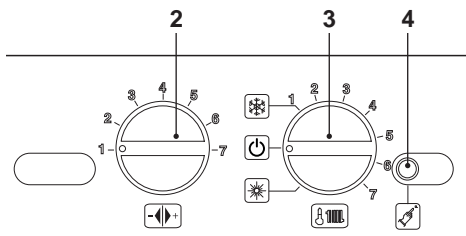

Figura 5.54
- Per uscire dalla programmazione posizionare il selettore di funzione 3 come indicato in Figura 5.54.